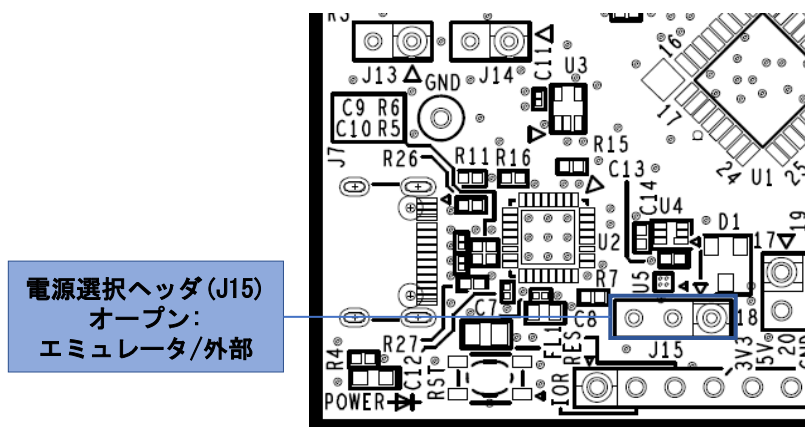

図 5-7: エミュレータ/外部電源使用時のヘッダ設定(部品面)
- ・ J15 オープン：エミュレータ/外部電源供給を選択。(図 5-7)